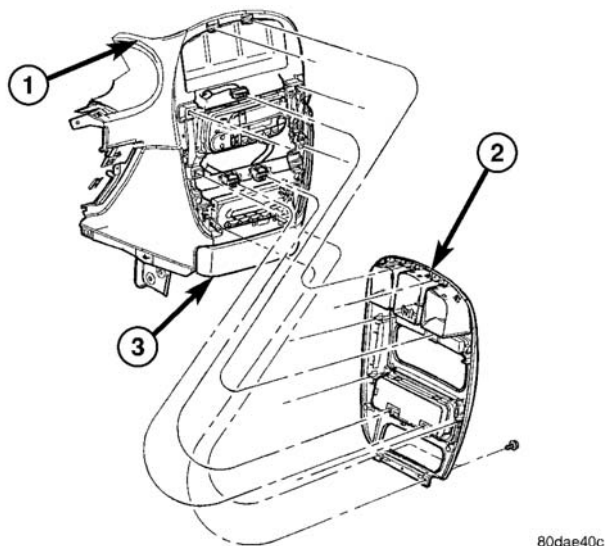

图 8 仪表板中央框
- (1) 断开并隔离蓄电池负极电缆。
- (2) 在维修口盖与中央框之间插入装饰板撬杆（专用工具#C-4755）或替代品，轻轻向外撬。
- (3) 小心地从仪表板撬出维修口盖（图 8）。
- (4) 拆下两个中央框固定螺钉。
(5) 用一个装饰板撬杆或替代品，在仪表板中央框的边缘轻轻地往外撬并往外拉。
(6) 断开至辅助开关和 HVAC 控制器的导线接头。
(7) 从车辆上卸下仪表板中央框。
(1) 将仪表板中央框放置在开口附近，并将导线接头连接至附件开关和 HVAC 控制器。
(2) 将中央框放置到固定槽上并牢牢地将仪表板中央框卡紧到位（图 8）。
(3) 安装两个中央仪表框固定螺钉。
(4) 将螺钉维修盖安装到中央仪表框底部。